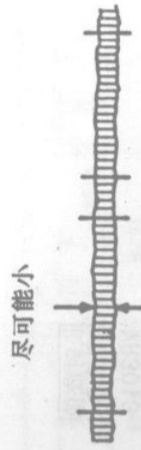

图12
- ③将示波器探头连接到IC302-17；
- ④调节VR301，使波形幅度最小，如图12所示。